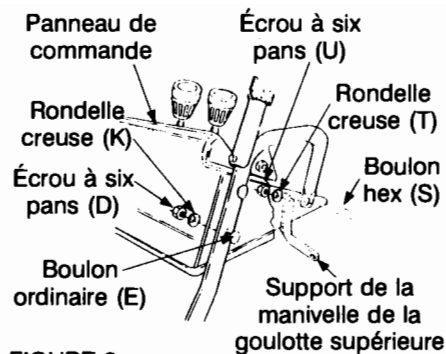

FIGURE 3
- Attachez l'avant du panneau de commande sans le serrer en utilisant un boulon ordinaire (E), des rondelles creuse (K) et des écrous à six pans (D). Voir la Figure 3.
- Sur le **côté gauche** (représenté à la Figure 3), positionnez le support de la manivelle de la goulotte supérieure sur l'intérieur du support du tableau de bord. Faites passer le boulon hex. (S) dans le guidon, support du tableau de bord, support de la manivelle de la goulotte supérieure et maintenez en place avec une rondelle creuse (T) (côté creux contre le support de la manivelle de la goulotte supérieure) et une écrou à six pans (U). Voir la Figure 3.
- Du **côté droit** (non représenté), faites passer le boulon hex. (S) à travers le guidon, le support du tableau de bord et attachez le tout sur le panneau de commande avec une rondelle creuse (T) (côté creux contre le support) et une écrou à six pans (U). Voir la Figure 3.